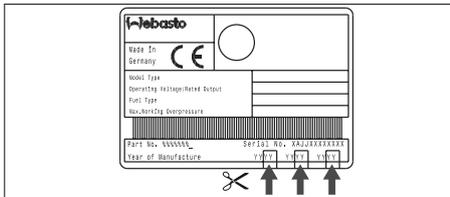

рис. 06: Пример заводской таблички / дубликата заводской таблички
- ▶ На заводской табличке и на её копии удалите цифры всех годов, вплоть до года монтажа отопителя. См. рис. 06.